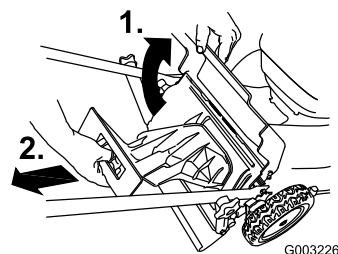

Figura 30
1. Levante y sujete la puerta trasera (Figura 30).
2. Retire el tapón de descarga trasera (Figura 30).